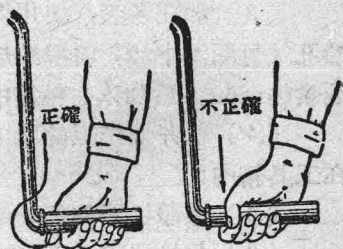

图 6 握搖把的方法
(2) 按下驗油杆 9 直到汽油从化油器浮子室 8 內溢出时为止；
(3) 将化油器控制杆 10 压下，使节流閥开到約为全开时的 $\frac{1}{4}$ 开度的位置；
(4) 将阻风閥 11 关闭至最小的位置；
(5) 安好搖把 23 (要使螺絲旋入定位孔內)，按图 6 所示的正确方法握住搖把，搖动前并向里推使和主軸齒輪的起動爪啮合，然后迅速搖动搖把，机器即可起動。